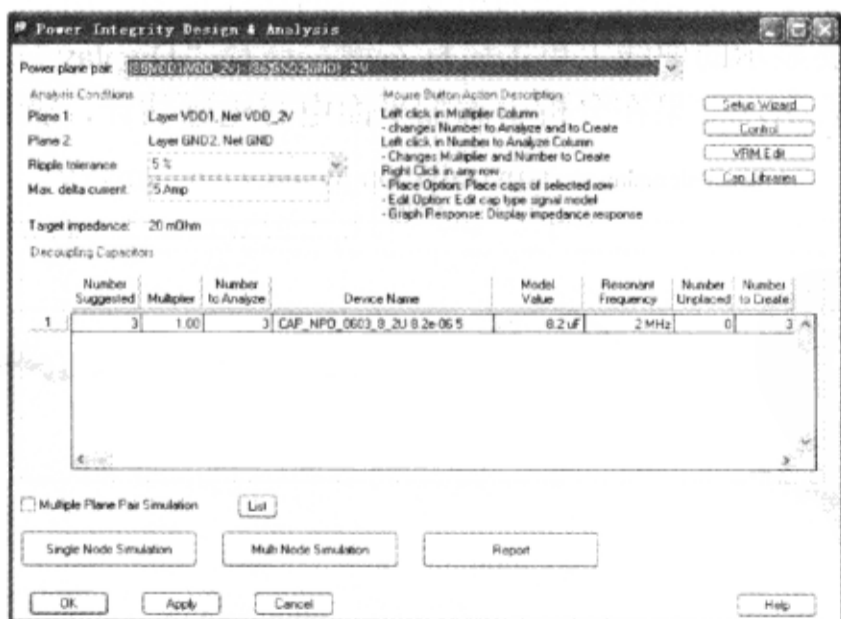

图 9-7-53 电源完整性设计分析窗口
(4) 在 Allegro PCB PI option XL 窗口中执行菜单命令“Analyze”→“Power Integrity”，弹出“Power Integrity Design & Analysis”对话框，如图 9-7-53 所示。此时并不需要对“Power Integrity Control”对话框下的参数进行设置，先前的参数设置已经保存在了 signoise.run 文件夹下，如果在相同的目录下打开 PCB 文件，电源完整性工具就调用这些参数。